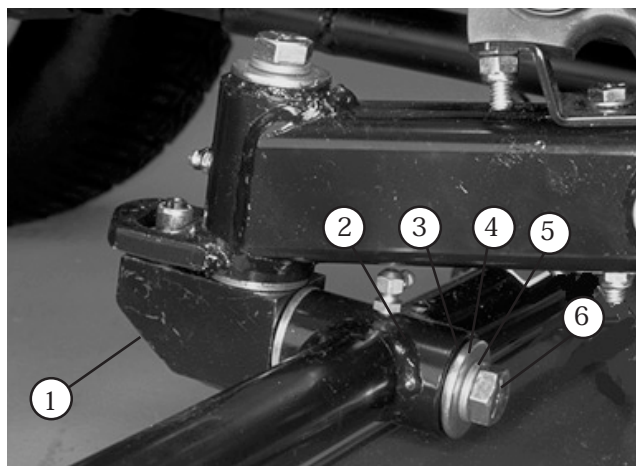

図8
5. カuttingユニットの取り付けシャフトとキャリアフレームのピボット・チューブを整列させる。シャフトをチューブに差し込む(図8)。
6. シャフトをピボット・チューブに固定する；スラストワッシャ、平ワッシャ、ロックワッシャ、ボルトを使用する(図8)。